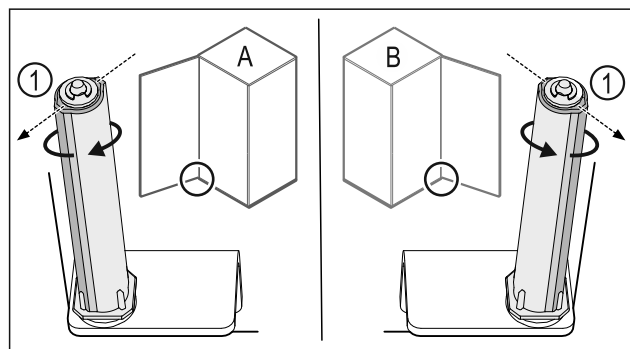

Fig. 32 Bal oldali ütköző (A) / Jobb oldali ütköző (B)
- Forgassa el a zárrendszert az ellenállással szemben, amíg a zárrendszer Fig. 32 (1) támasztója kifelé nem mutat.